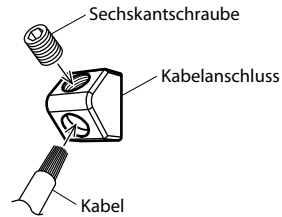

Abb. 9
3. Ziehen Sie die Schraube mit dem Sechskantschlüssel (mitgeliefert) an, um das Kabel sicher zu befestigen. (Abb. 9)